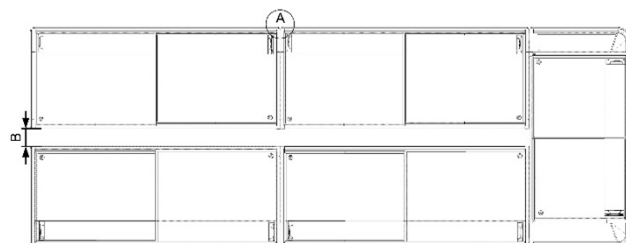

Abb. 5.: Mindestabstände bei Blockaufstellung
- Mindestabstand bei Blockaufstellung (siehe → Abb.5.)